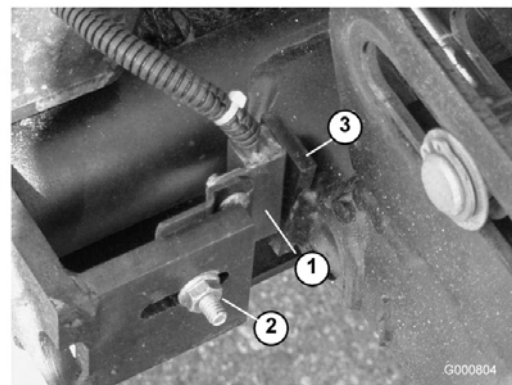

図 87
- ・ 昇降アームのスイッチのブラケットを4番、6番または7番昇降アームに固定しているキャリッジ・ボルトのナット（図 87）をゆるめる。図は4番昇降アームである。